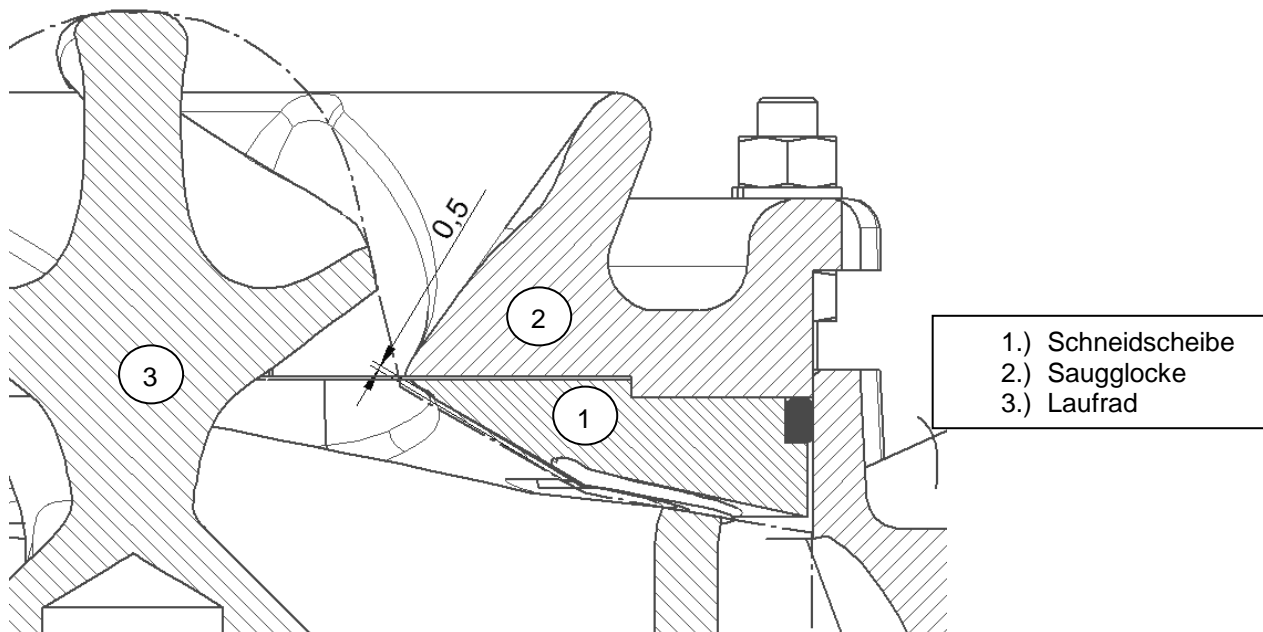

Abbildung 27: Teile des Schneidwerkes
Dazu werden die Muttern (1) gelockert, durch Drehen der anderen Muttern (2) wird der Schneidspalt auf 0,5mm eingestellt. Überprüfen des Schneidspaltes mittels Fühlerlehre zwischen Laufradoberkante und hervorstehendem Steg der Schneidscheibe wie in Abbildung 27.